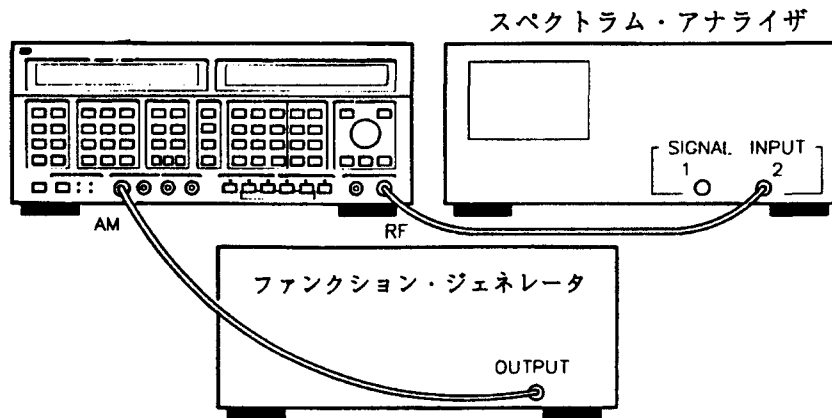

図 2-13. 同時FM, AM手順の機器セットアップ
1. 図2-13のように、本器をスペクトラム・アナライザとファンクション・ジェネレータへ接続します。機器の電源を投入し、以下の調整を行います。